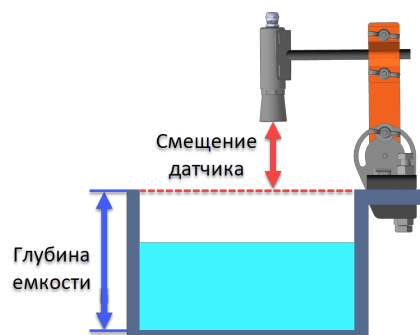

Рисунок 251. Схема установки ультразвукового датчика уровня над емкостью
- Датчики, измеряющие уровень жидкости от верхнего края ёмкости (Рис. 251). Такие датчики устанавливаются выше максимального уровня жидкости и требуют ввода следующих параметров: